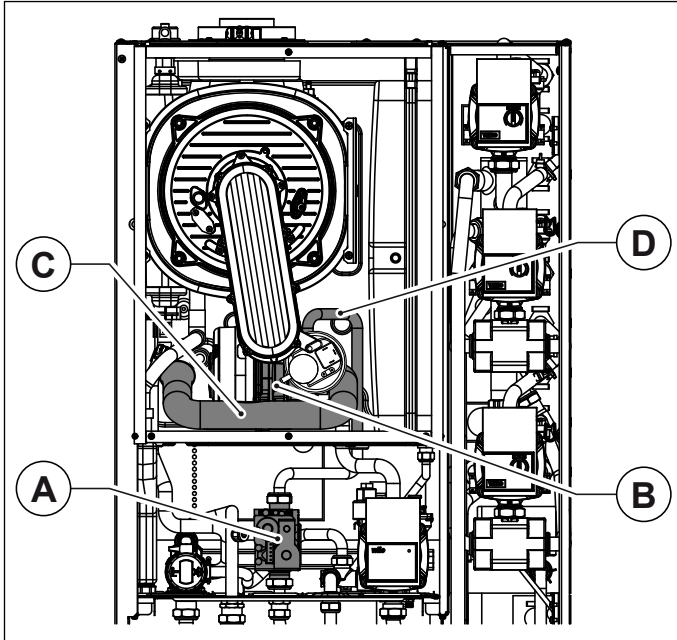

Fig. 35 Marmitta di aspirazione
- Rimuovere la marmitta di aspirazione, avendo cura di svitare prima la vite che la fissa al miscelatore (vedi Fig. 35 Marmitta di aspirazione).
- Scollegare il tubo gas dal miscelatore (vedi Fig. 35 Marmitta di aspirazione).